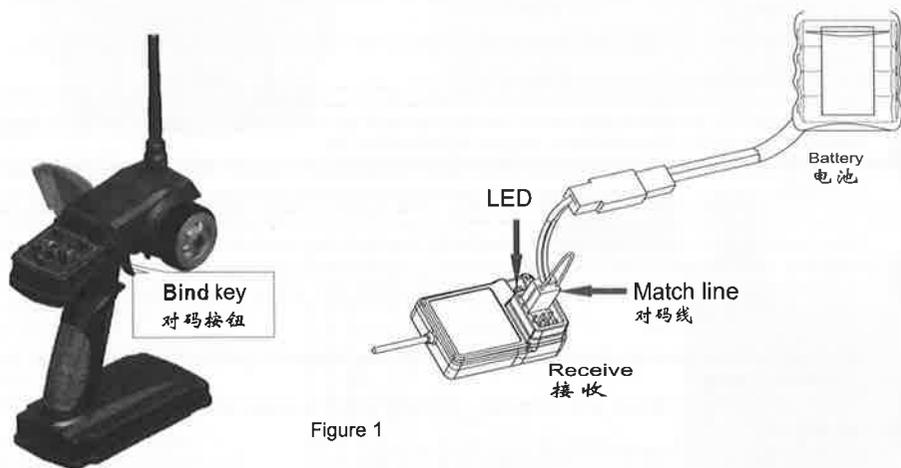

Figure 1
2. 将配对线插入接收机的BIND/CH3通道接口（如图1）。